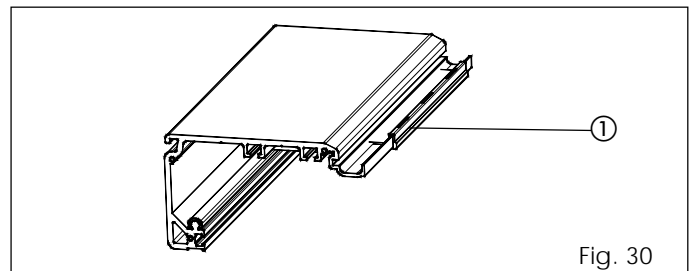

Fig. 30
- Breng 3 afstandstukken (fig. 30 ref. ①) aan op de buitenrand van het steunprofiel, en plaats hen aan de uiteinden en in het midden.